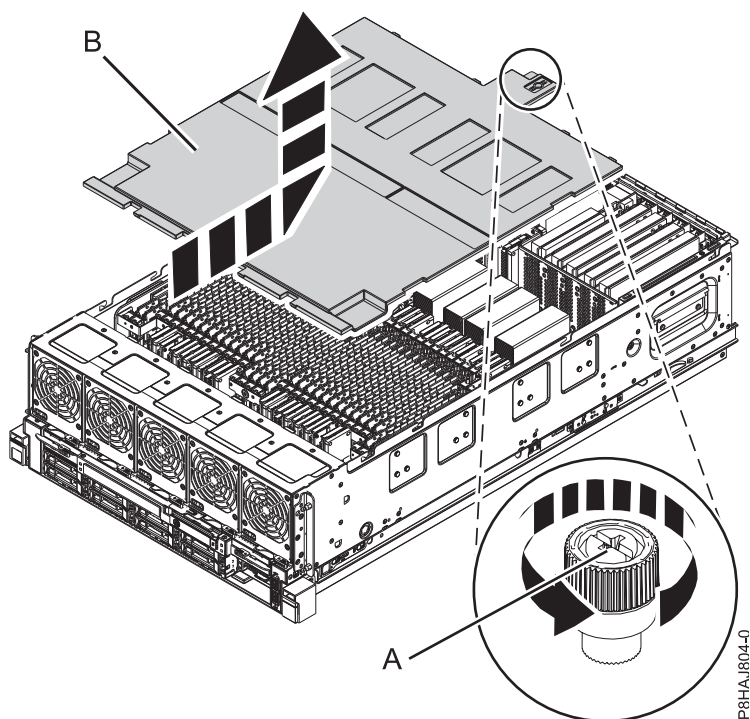

Figura 11. Remover a tampa de segurança
2. Desaperte o parafuso de aperto manual (A) localizado na parte posterior da tampa, ao rodá-lo na direcção apresentada na Figura 11 na página 32.
3. Faça deslizar a tampa de segurança (B) em direcção à parte posterior do sistema. Quando a parte anterior da tampa passar a extremidade superior da estrutura, levante a tampa e retire-a do sistema.